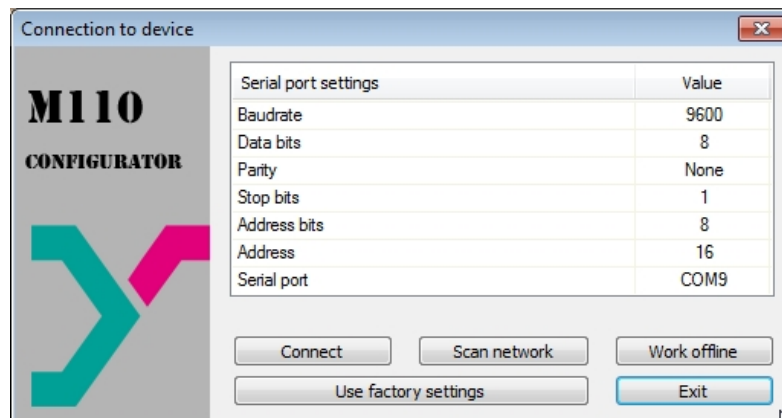

Abb. 8.1 Startfenster der Konfigurationsprogramm
- Im Fenster „Connect Device“ die Werte aus der Tabelle 8.1 eintragen oder die Schaltfläche „Use factory settings“ betätigen (Siehe Abb. 8.1)